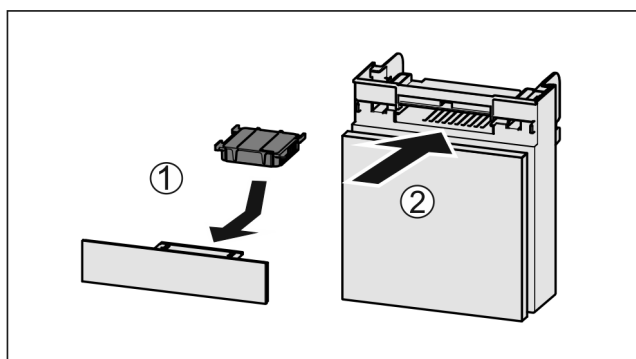

Fig. 48
- ▶ Filtr s aktivním uhlím vložte podle vyobrazení Fig. 48 (1).
- ▶ Zásuvku zasuňte Fig. 48 (2).